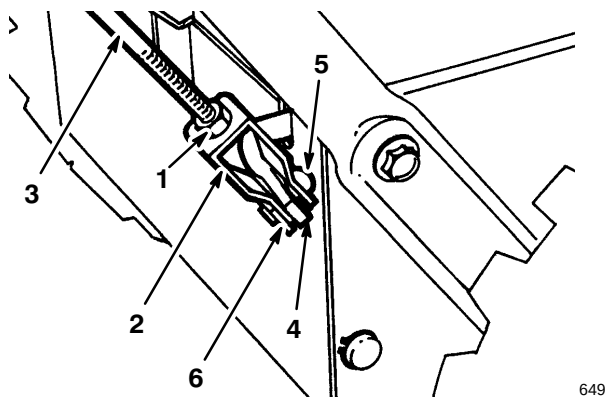

Abbildung 8
- Die Gegenmutter über der Lastöse an der oberen Betätigungsstange lösen (Abb. 8).
- Die Löcher in Lastöse und unterer Betätigungsstange aufeinander ausrichten und den Lastösenbolzen einsetzen (Abb. 8).
- Zum Einstellen des Abstandes den Lastösenbolzen herausnehmen, die Gegenmutter lösen und die Lastöse weiter nach oben oder unten schrauben, um den Abstand zwischen dem Handgriff und dem Spindel-/Gebläseantriebsbetätigungshebel zu vergrößern oder zu verkleinern (Abb. 8).
- Wenn die Einstellung richtig ist, den Lastösenbolzen wieder einsetzen und mit dem Splint sichern (Abb. 8).
- Die Gegenmutter anziehen, um die Lastöse zu sichern (Abb. 8).